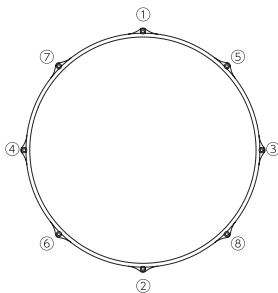

図1-1D
- *ヘッドを張る際には、一箇所だけを強く締めないでください。最初はチューニングキーを使わず、指で締められる程度に各ボルトを締め、そのあとチューニングキーを使って**図1-1D**のように対角線の順に少しずつ均等に締めるとうまくいきます。